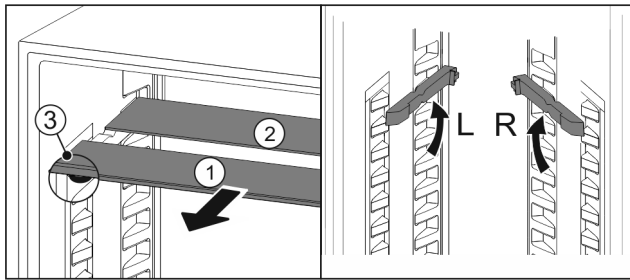

Fig. 104
- estrarre i ripiani di vetro singolarmente tirando in avanti Fig. 104 (1).
- Il piano in vetro Fig. 104 (1) con il motivo ornamentale è nella parte anteriore.
- I fermi Fig. 104 (3) sono rivolti verso il basso.